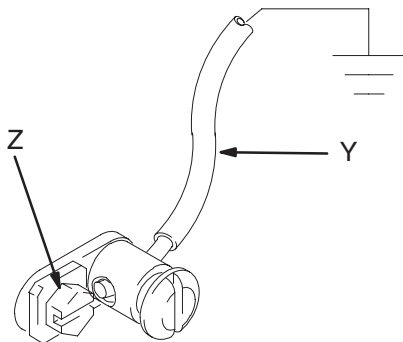

Fig. 1
1. *Bombas King*: utilizar un cable y una abrazadera de conexión a tierra. Vea la Fig. 1. Retire el tornillo de conexión a tierra (Z) e introduzca a través del terminal anular situado en el extremo del cable de conexión a tierra en la bomba (Y). Vuelva a colocar el tornillo de conexión a tierra en la bomba y apriételo firmemente. Conecte el otro extremo del cable a una tierra verdadera. Pida el cable y abrazadera de conexión a tierra, ref. pieza 222011.